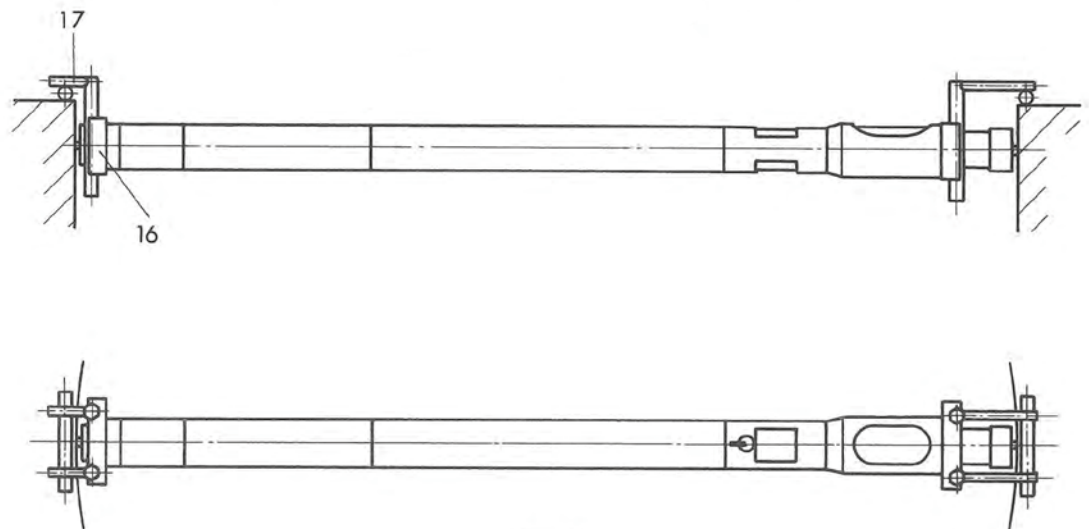

Abb. 13.
- Spannbridgen (16) an die Stützflansche schrauben, Aufhängewinkel (17) befestigen.
- Aufhängewinkel so einstellen, dass der UNIMASTER sich in einer optimalen Stellung befindet (Abb. 13).